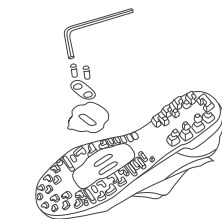

Figura 2. Instalação do parafuso
3. Com a placa de ajuste dos cleats instalada com os orifícios cónicos virados para cima de forma a aceitar os parafusos dos cleats, coloca os parafusos sem apertar muito (Figura 2).